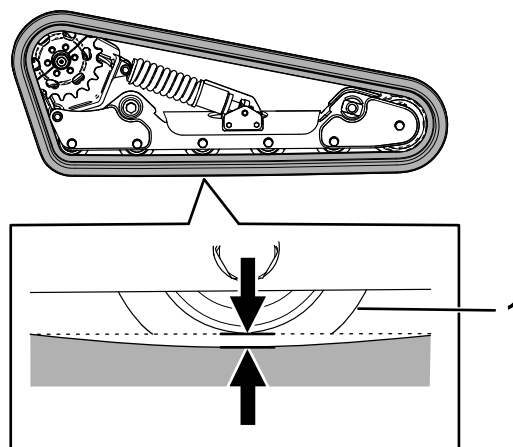

Figura 56
Sollevate/supportate 1 lato della macchina e, utilizzando il peso del cingolo, verificate che la distanza tra la parte inferiore del bordo della ruota non motrice e il cingolo sia pari a 13 mm, come illustrato nella Figura 56. In caso contrario, regolate la tensione dei cingoli eseguendo la procedura di seguito riportata.
5. Utilizzando un cricchetto di trasmissione da 1/2", ruotate la vite di tensione fino a quando la flessione del cingolo non è pari a 13 mm, come illustrato nella Figura 56.
9. Verificate che la flessione del cingolo sia pari a 13 mm, come illustrato nella Figura 56. All'occorrenza regolate.
20. Utilizzando un cricchetto di trasmissione da 1/2", ruotate la vite di tensione in senso antiorario fino a quando la flessione del cingolo non è pari a 12,7 mm, come illustrato nella Figura 56.
25. Verificate che la flessione del cingolo sia pari a 12,7 mm, come illustrato nella Figura 56.